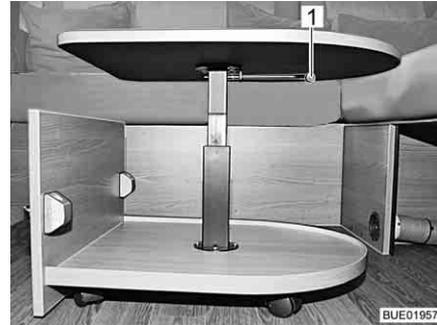

Fig. 115 Mesa de centro extendida
- Girar la palanca de bloqueo (Fig. 115,1) 90° hacia abajo.